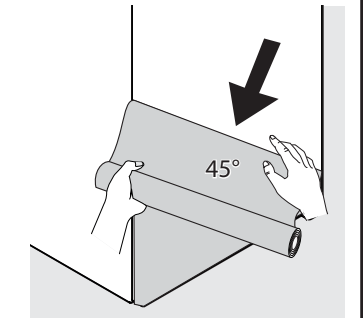

Fig. 4
3. Tirez la partie inférieure de la pellicule protectrice vers le bas à un angle de 45 degrés, en rassemblant tout excès de pellicule, en la roulant. Continuez à tirer la pellicule jusqu'à ce qu'elle soit à environ 2 po du bord inférieur de la porte. **Remarque** : Il peut être utile de placer la deuxième main sur la pellicule à proximité du panneau de porte pour faciliter le processus de retrait de la pellicule (Fig. 4).